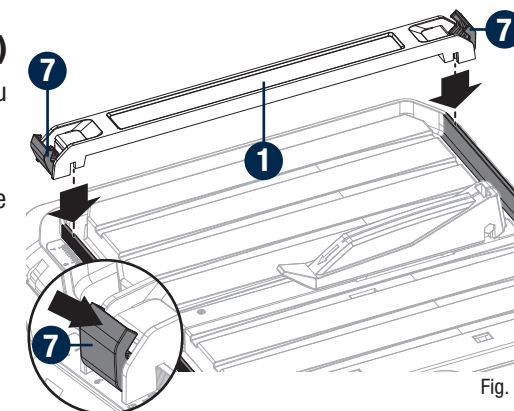

Fig. 6
**INSTALLATION DU GUIDE DE COUPE (Fig. 6)**